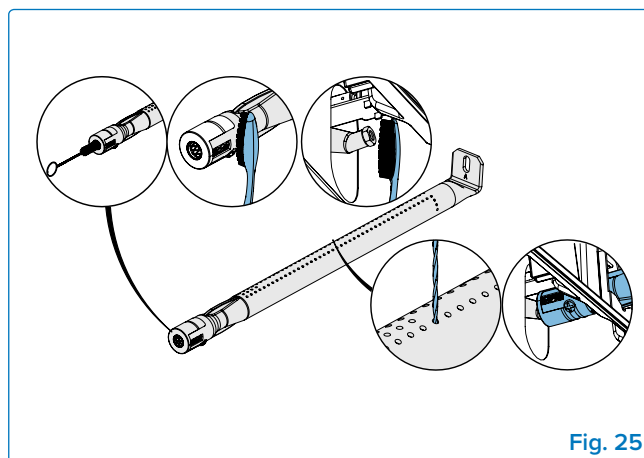

Fig. 25
- Pulire l'interno del bruciatore utilizzando una spazzola flessibile per tubi venturi oppure, per le aree delicate, una spazzola a setole morbide per rimuovere delicatamente i detriti (**Fig. 25**).